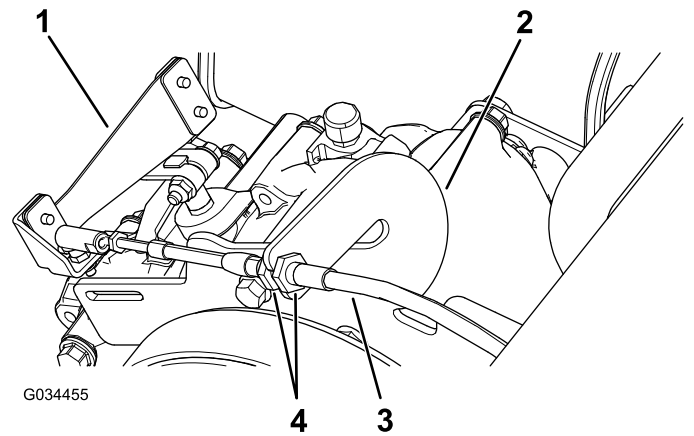

Figure 57
1. Tirez le câble de sélection hors de la fente dans la barre d'immobilisation (Figure 57).
2. Desserrez les écrous de blocage sur le câble de sélection et ajustez-les selon les besoins (Figure 57).
3. Vérifiez la position de l'inverseur de marche en tournant le levier aux 3 positions différentes et vérifiez que le levier (Figure 57) passe aux différentes positions correctement ; voir Levier et indicateur d'inverseur de marche \(page 17\).
4. Lorsque le réglage recherché est obtenu, installez le câble de sélection dans la fente de la barre d'immobilisation (Figure 57).